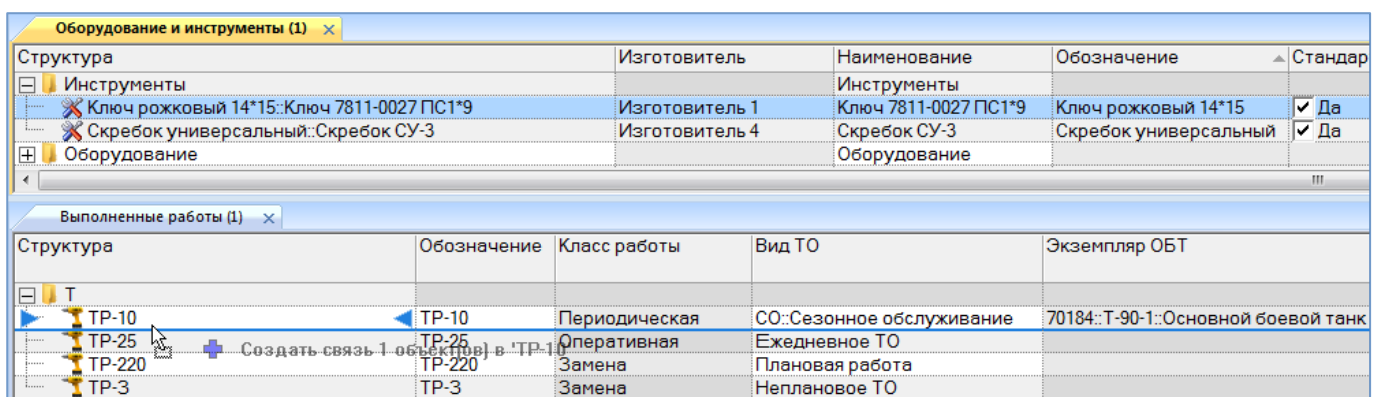

Рис. 27-18 – Переместить инструмент на работу
- 3) Переместить с помощью мыши инструмент на работу в окно «Выполненные работы». Появится подсказка вида «+ Создать связь X объект(ов) в ...» (рис. 27-18). Отпустить кнопку мыши.